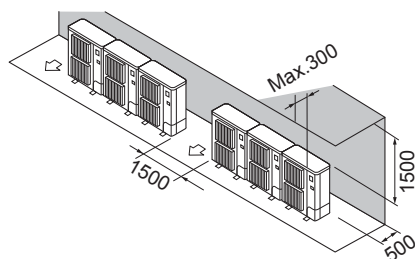

Fig. 2-10
- ② Alleen obstakels aan de achter- en bovenzijde (Fig. 2-10)